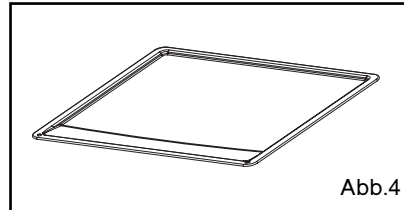

Abb.4
DE 3 / BESCHREIBUNG DES GERÄTS**• ZUBEHÖR (modellabhängig)****• Mehrzweckblech 5 mm (Abb.4)**
- Die Scheibe mit den Clips befestigen (Abb.4).